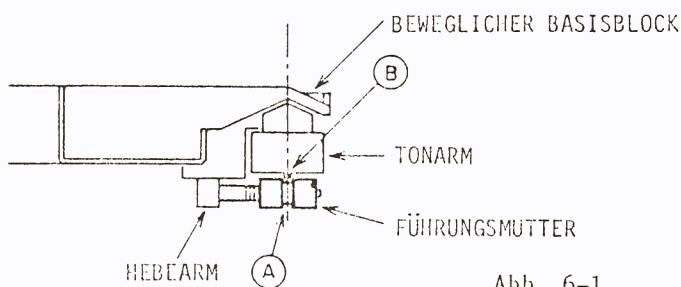

Abb. 6-1
6-2 EINSTELLUNG VON ANHEBUNG UND POSITION (Siehe Abb. 6-1)
- 2) Den Tonarm mit dem beweglichen Basisblock festhalten und die Führungsmutter vom Tonarm lösen. Daraufhin die Führungsmutter dicht an den Tonarm bringen und sie mit einem Schlitzschraubenzieher so einstellen, daß die Position der Nut (A) an der Führungsmutter mit dem erhabenen Teil (B) des Tonarms übereinstimmt. Siehe hierzu Abb. 6-1.